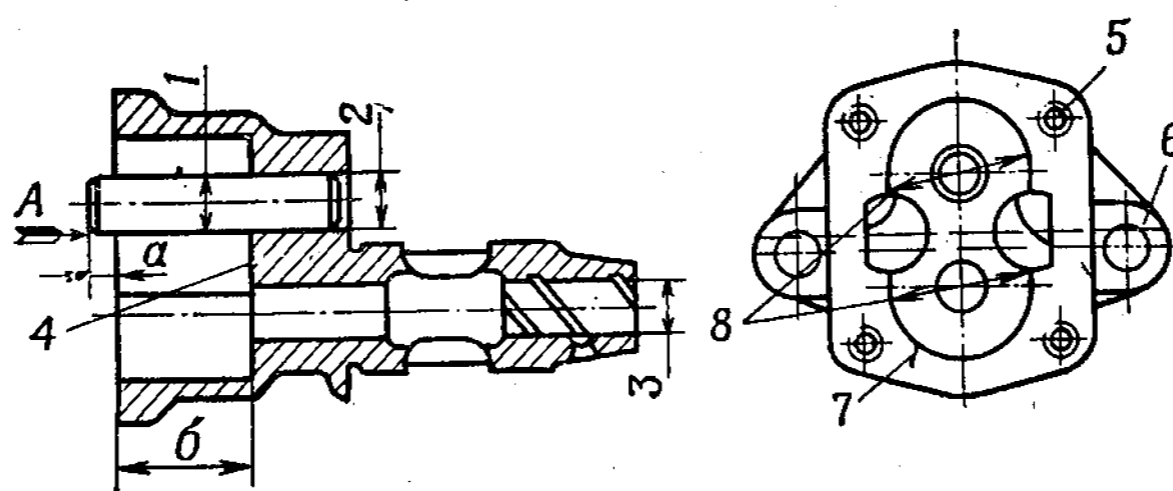

Рис. 77. Корпус масляного насоса в сборе
1. Корпус масляного насоса в сборе (рис. 77)